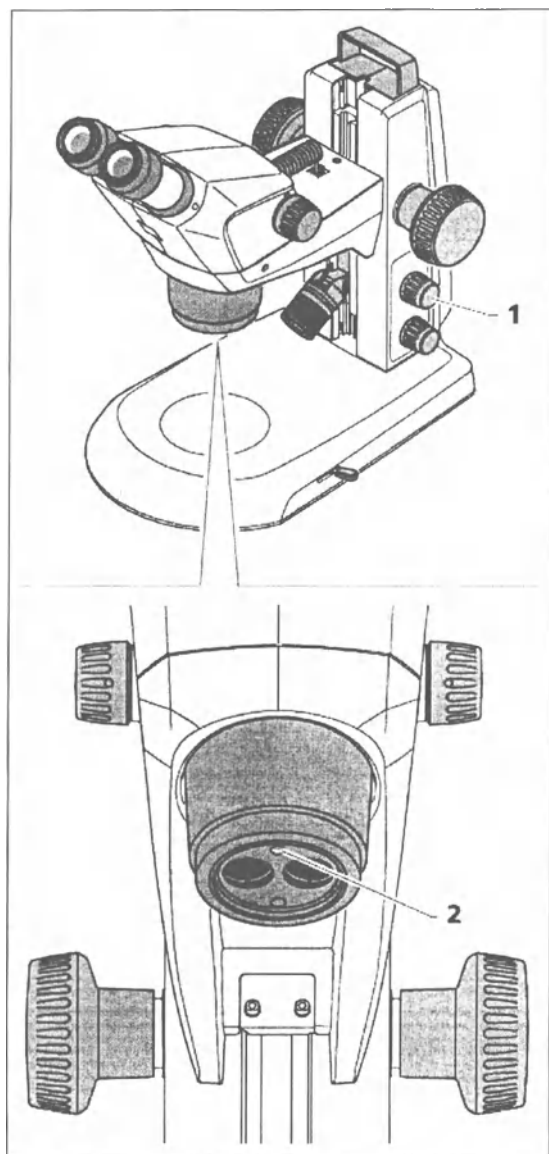

Рис. 20. Настройка вертикального осветителя
- Однократно нажмите регулятор (рис. 20/1) для включения или выключения вертикального осветителя (рис. 20/2).